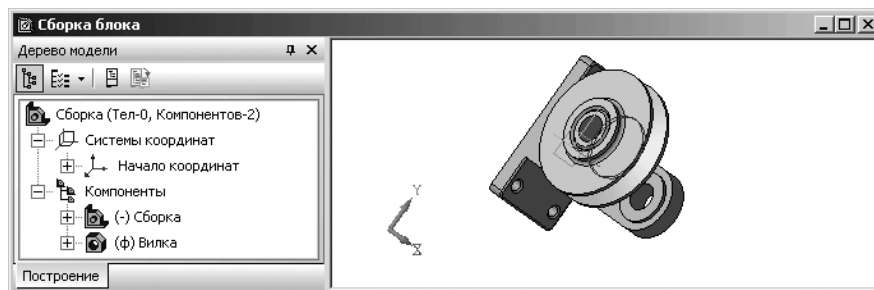

Рис. 6.47. Окно **Сборка\_блока** с повернутыми компонентами сборки
- нажмите клавишу **Пробел** и, удерживая ее нажатой, нажмите клавишу перемещения со стрелкой вправо. Все компоненты сборки повернутся на 90°. Возможное состояние системы показано на рис. 6.47.